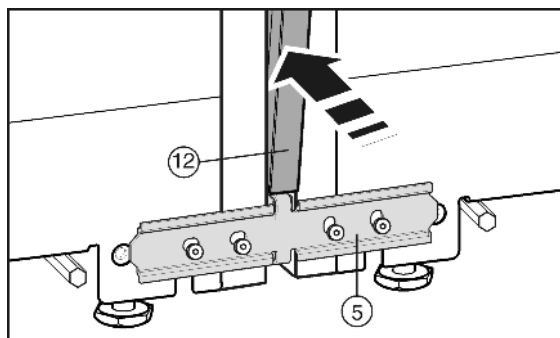

Fig. 9
Voor het aanbrengen van de afdeklíjst Fig. 9 (12) de beide randen over de gehele lengte samendrukken. De lijst kan dan makkelijker in de spleet worden geschoven. Om de lijst erin te drukken een zachte doek gebruiken, om deuken in het oppervlak van de afdeklíjst te vermijden. De lijst zorgvuldig en recht in de spleet drukken om ervoor te zorgen dat de lijst mooi aansluit.
- Aan de voorkant de lange afdeklíjst Fig. 9 (12) in de verticale spleet drukken. Let erop, dat de lijst op de verbindingstrips Fig. 9 (5) ligt.